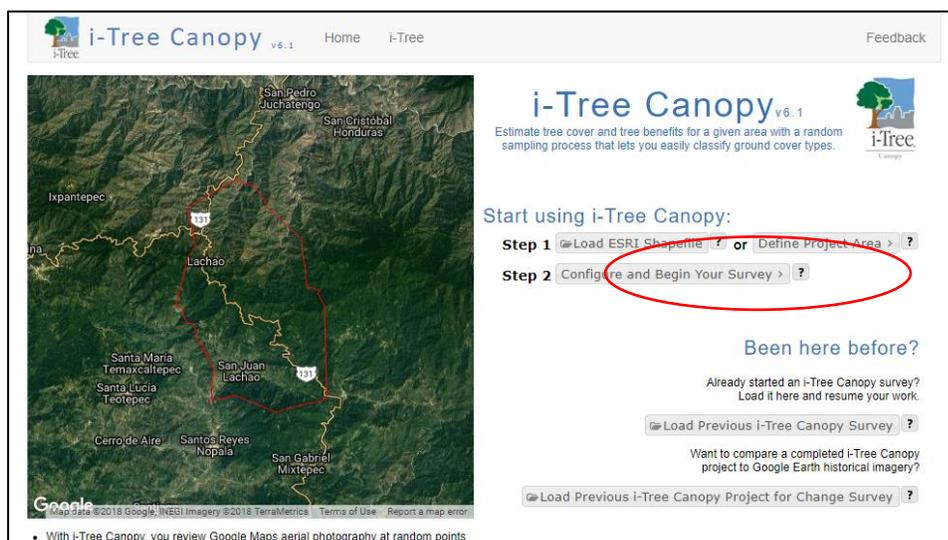

Figura 39. Paso 2 i-tree – Seleccionar comenzar la encuesta
- 1.2. El Desarrollador del Proyecto deberá de seleccionar el botón [Configure and Begin Your Survey] (Figura 39).